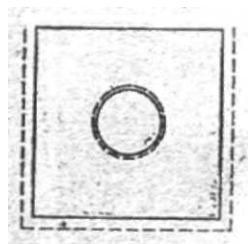

Рисунок 6 – При нагревании металлического листа отверстие в листе расширяется
Заметим, что при нагревании однородного тела произвольной формы расстояние между любыми двумя точками тела увеличивается и его можно определить по формуле (26) или (27). Например, отверстие в металлическом листе (рисунок 6) при